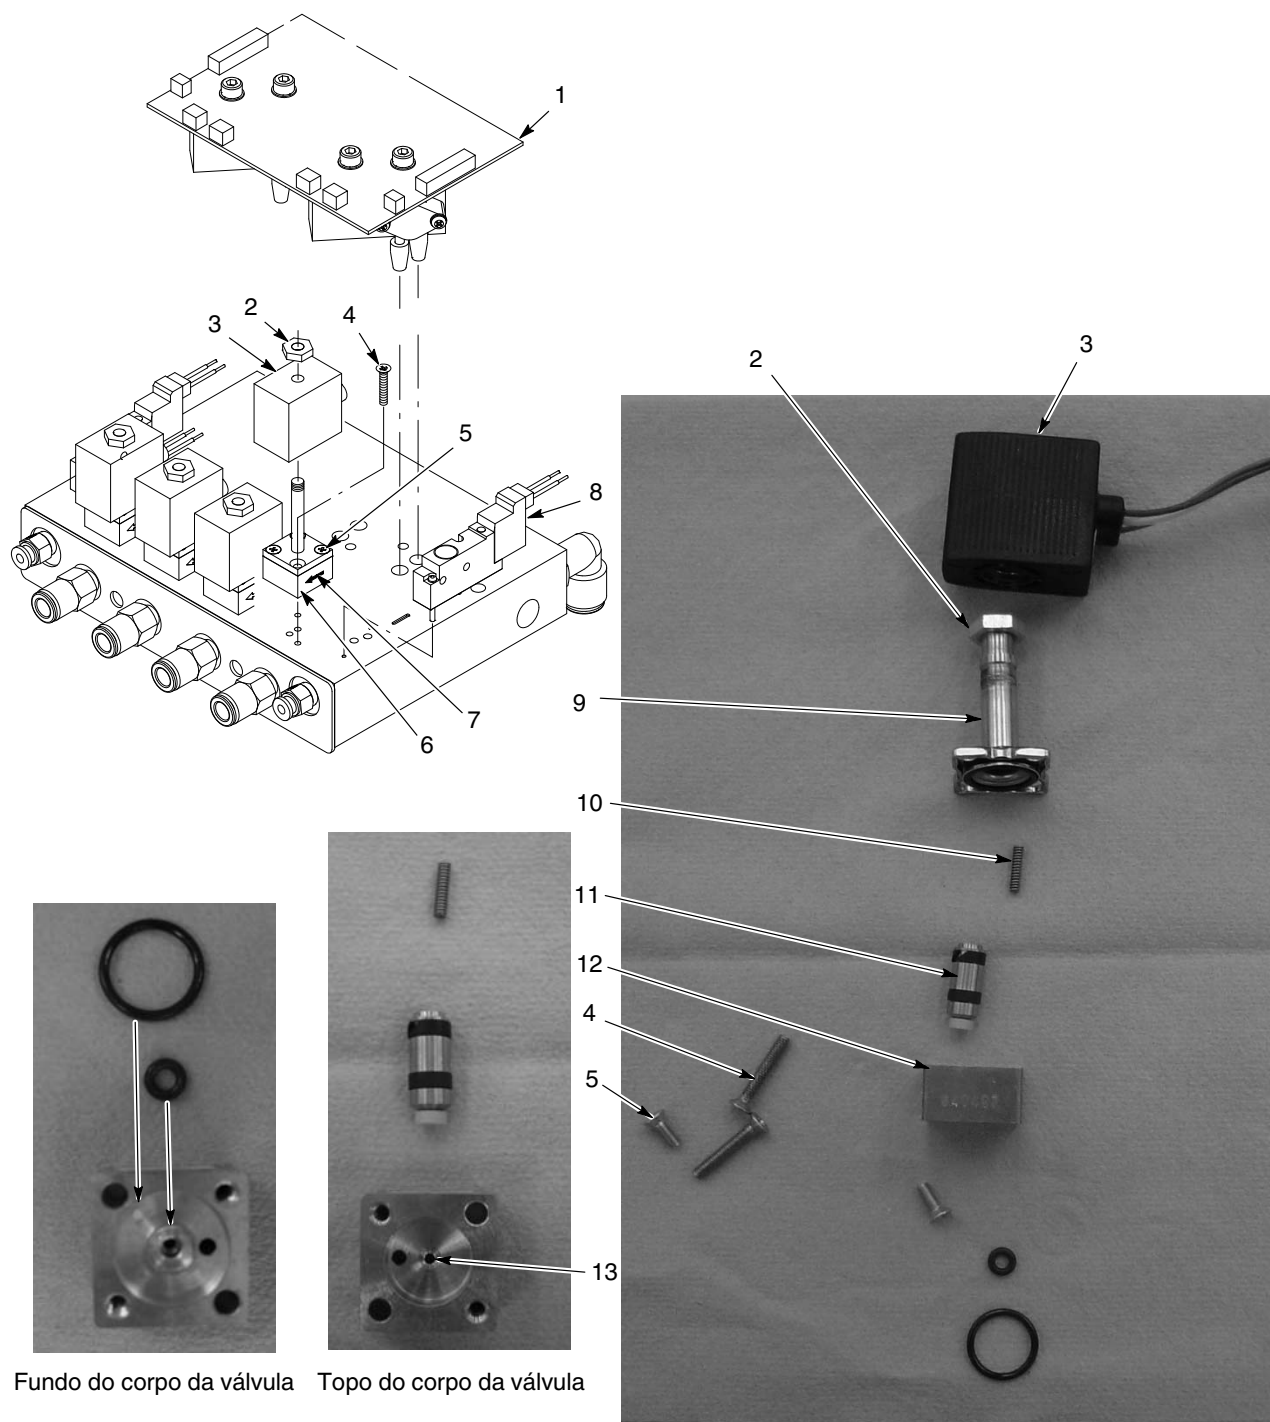

Figura 5-1 Desmontagem e substituição da válvula proporcional do módulo iFlow
Consulte a figura 5-1. Um abastecimento de ar sujo pode causar a avaria da válvula proporcional (6). Siga estas instruções para desmontar e limpar a válvula.
1. Desligue os fios eléctricos da bobina (3) da placa de circuitos (1). Retire a porca (2) e a bobina da válvula proporcional (6).
2. Retire os dois parafusos longos (4) para poder retirar a válvula proporcional do colector.
3. Retire os dois parafusos curtos (5), em seguida retire a haste da válvula (9) do corpo da válvula (12).
4. Retire da haste o cartucho da válvula (11) e a mola (10).
Consulte a figura 5-1. Para retirar as válvulas de solenóide (8) do ar da pistola, retire os dois parafusos do corpo da válvula e levante a válvula para fora do colector.